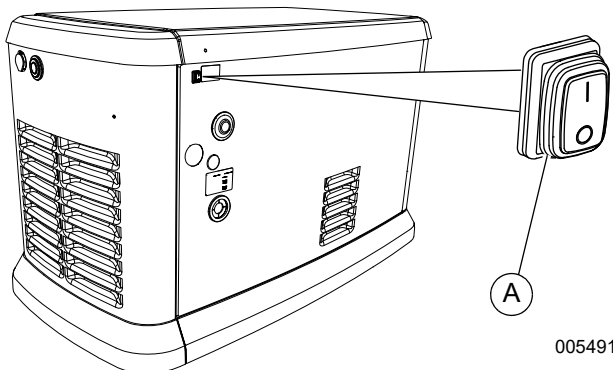

Figura 2-11. Interruptor de desligamento auxiliar (todos os modelos)
Consulte Figura 2-11. Uma chave de desligamento auxiliar (A) está localizada no exterior do painel traseiro do gerador. Esta opção desliga o gerador e desativa as reinicializações.